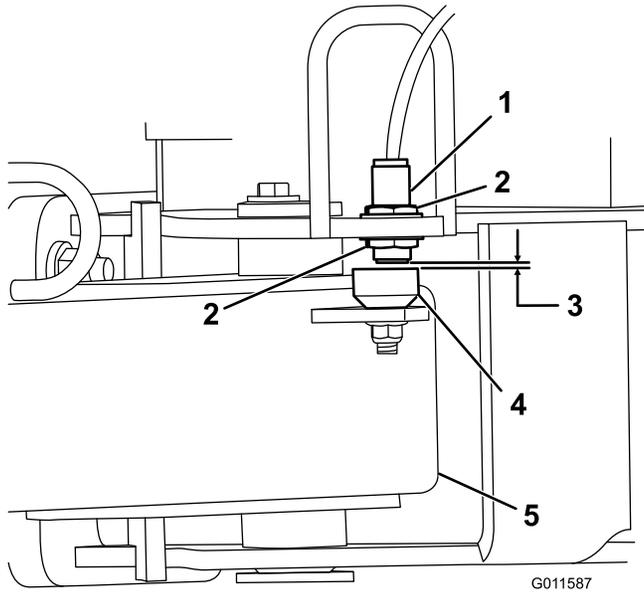

図4
5. 近接スイッチをフレームに固定しているジャムナットをゆるめ、スイッチを下げて、ヒッチトングの検知プレートとスイッチとの距離が2.64.0mmとなるように調整する **図4**。ジャムナットを締めて調整を固定する。